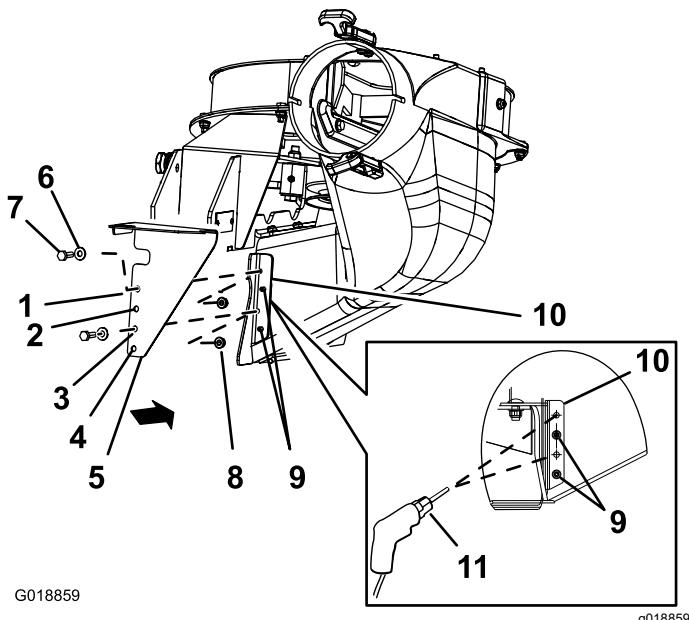

Figura 17
1. Alinee el protector inferior (CE) con el soporte del conducto del soplador, como se muestra en la Figura 17.
2. Alinee el orificio 2 y el orificio 4 del protector inferior (CE) con las colas de los remaches que sobresalen por el soporte del conducto del soplador (Figura 17).
- Nota:** Asegúrese de que la pestaña del protector inferior (CE) (la pestaña con orificios) está plana contra el soporte del conducto del soplador.
3. Marque el contorno de los orificios 1 y 3 del protector inferior (CE) en el soporte del conducto del soplador, y retire el protector (CE) (Figura 17).
5. Perfore orificios de 7 mm en el soporte del conducto del soplador en las 2 marcas hechas con el punzón (Figura 17).
1. Alinee el protector inferior (CE) con el soporte del conducto del soplador (Figura 17).
2. Alinee los orificios 2 y 4 del protector inferior (CE) con las colas de los remaches que sobresalen por el soporte del conducto del soplador (Figura 17).
3. Sujete el protector inferior (CE) al soplador con 2 pernos de cabeza hexagonal (1/4" x 3/4"), 2 arandelas, y 2 contratuerca (1/4") por los orificios 1 y 4 del protector (CE) (Figura 17).